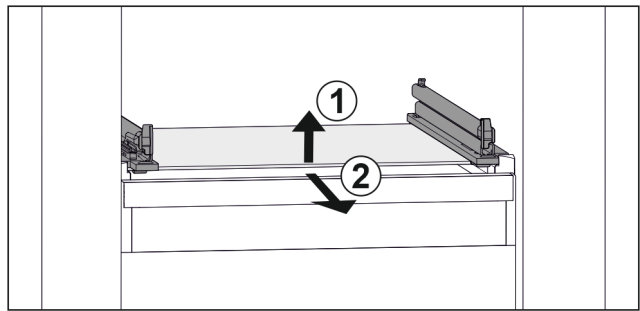

Fig. 160 Beispielhafte Darstellung der Glasplatte
- ▶ Glasplatte vorne anheben. *Fig. 160 (1)*
- ▶ Glasplatte nach vorne entnehmen. *Fig. 160 (2)*